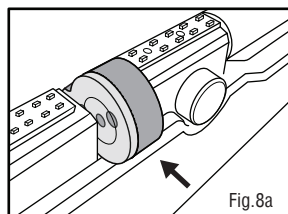

Fig.8a
3. Com a capa transparente virada para a direção da coronha, insira o tambor pelo lado direito e empurre no espaço, até que o mesmo encaixe no lugar. (Fig.8a)